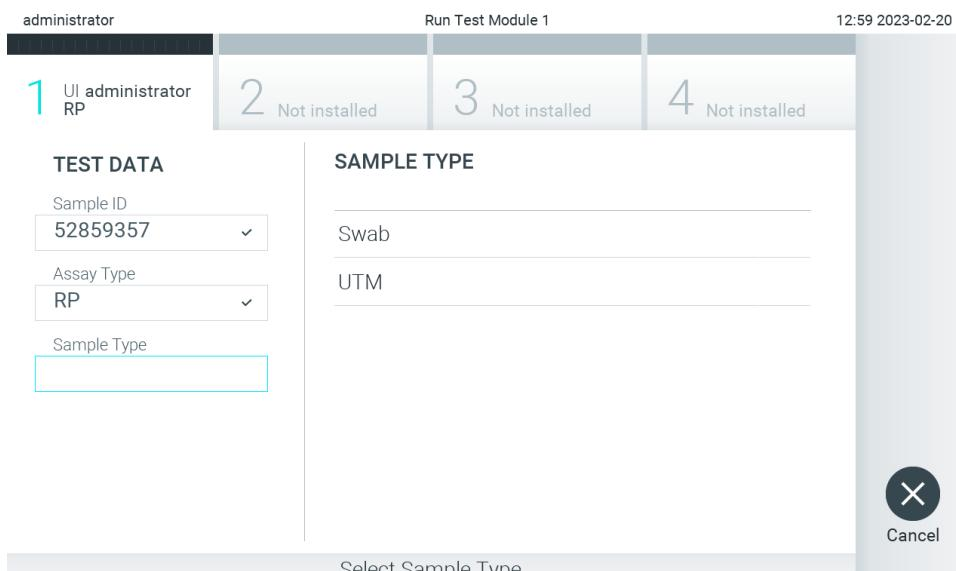

Abbildung 25. Auswählen des Probentyps.
4. Wählen Sie gegebenenfalls den entsprechenden Probentyp aus der Liste aus (Abbildung 25).